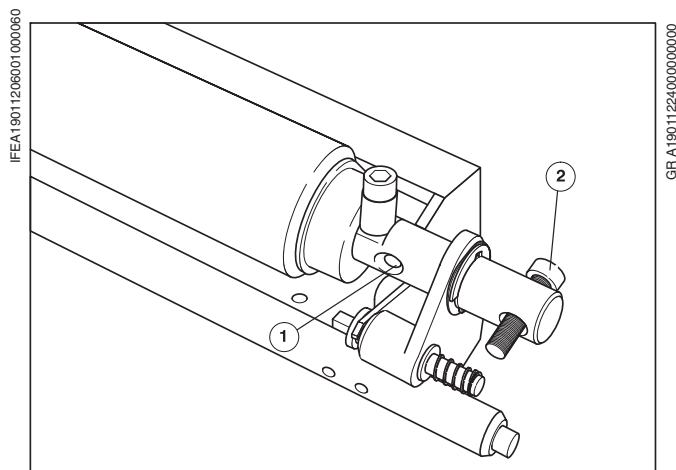

Рис. 27 Регулировка валиков
- ❶ Для получения более узкой полосы краски вращайте регулировочные винты на стороне обслуживания и стороне привода (Рис. 27/❶) по часовой стрелке.
- ❷ Для получения более узкой полосы краски вращайте регулировочные винты на стороне обслуживания (Рис. 27/❷) и стороне привода по часовой стрелке.